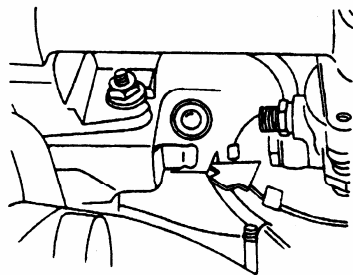
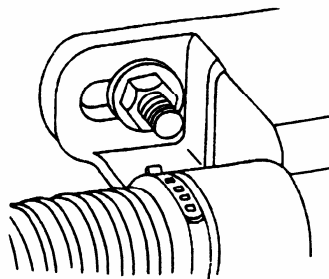

图 12-28 拆下排放螺栓
图 12-29 拆下后横板上固定转向器的自锁螺母
⑩拆卸防尘套，从车厢内部拆下固定转向器控制阀外壳上回油管的排放螺栓，如图 12-28 所示。拆下后横板上固定转向器的自锁螺母，拆下转向器，如图 12-29 所示。
(2) 转向齿轮轴密封圈的更换。
①拆卸动力转向器。